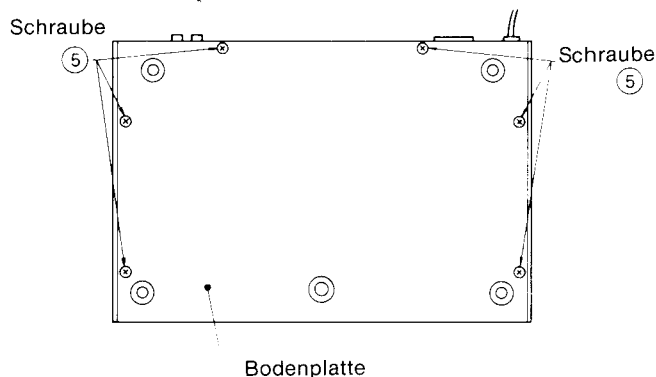

Abb. 3
- 1) Nachdem die Front entfernt wurde, kann die Bodenplatte entfernt werden, wenn die 6 Befestigungsschrauben ⑤ gelöst wurden, siehe Abb. 3.